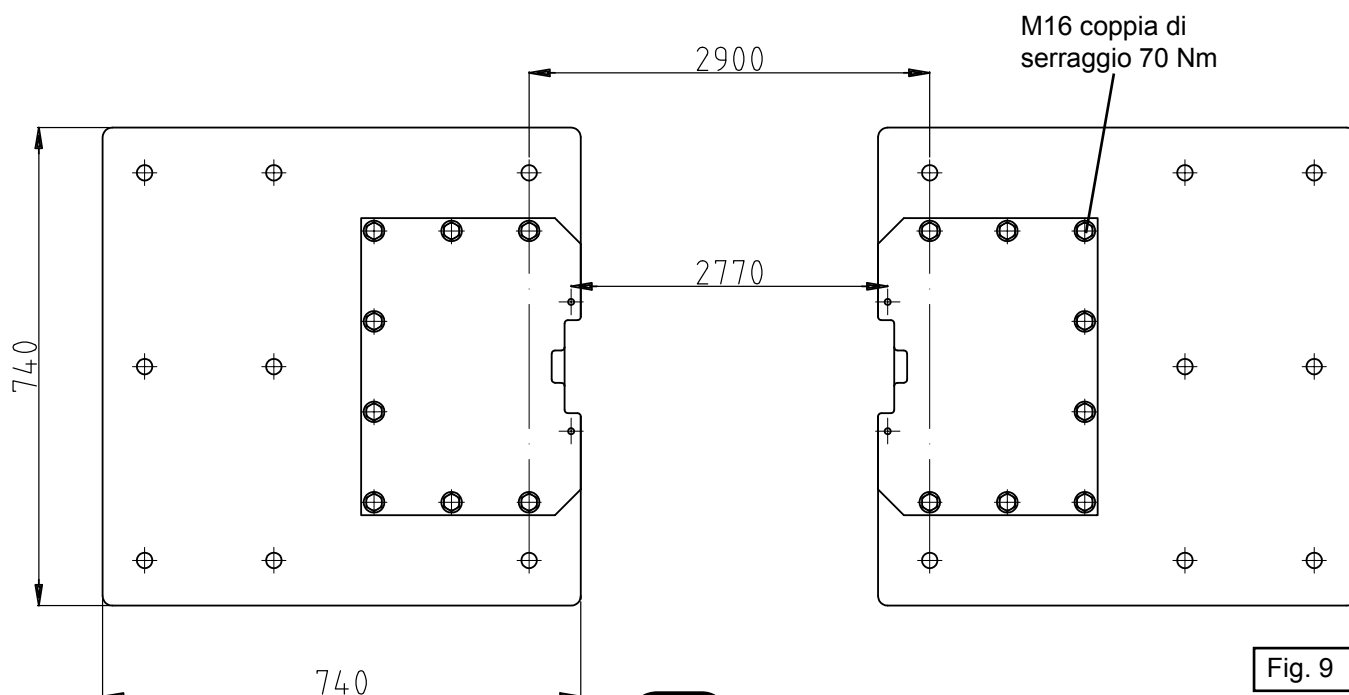

Fig. 9
Nel caso il pavimento non garantisca le prestazioni di ancoraggio richieste sarà necessario prevedere una piastra supplementare come dal seguente disegno.(fig. 9)
- Posizionare le colonne come da schema fig. 8 o fig. 9 secondo l'uso o meno della piastra supplementare. Utilizzare apparecchiatura portata 500kg ed assicurarsi che le colonne siano stabili per evitare che possano cadere durante l'operazione di livellamento e fissaggio..
- Eseguire la foratura nei fori ad interasse 2900mm come da fig. 8 o come da fig. 9 ed inserire i tasselli di ancoraggio.